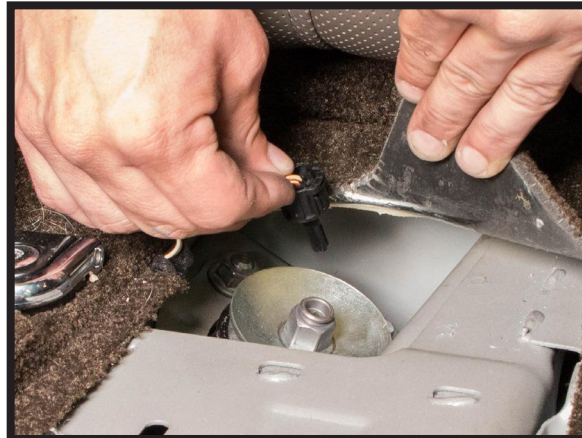

FIGURE 31
7. DISCONNECT THE ELECTRICAL CONNECTOR FROM THE TOP OF THE SHOCK ROD. (FIGURE 31)